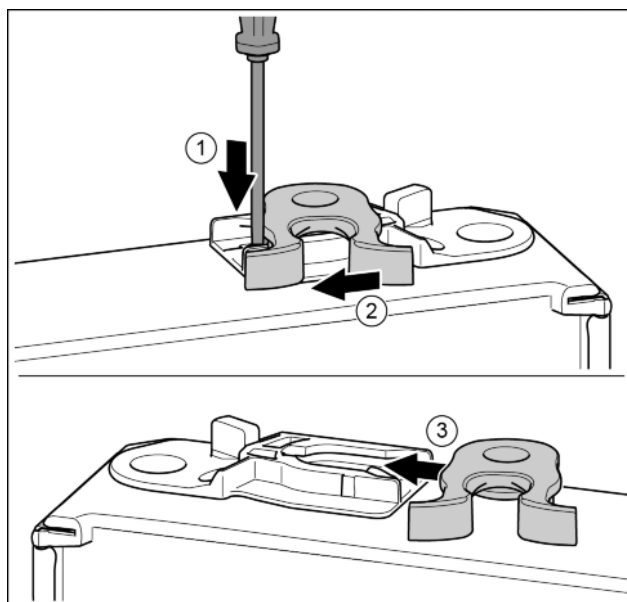

Fig. 14
- ▶ Tryk lasken ned med kærvskrue-trækkeren. Fig. 14 (1)
- ▶ Træk låsekrogene ud af føringen. Fig. 14 (2)
- ▶ Skub lukkeanordningen ind i føringen i den anden side. Fig. 14 (3)